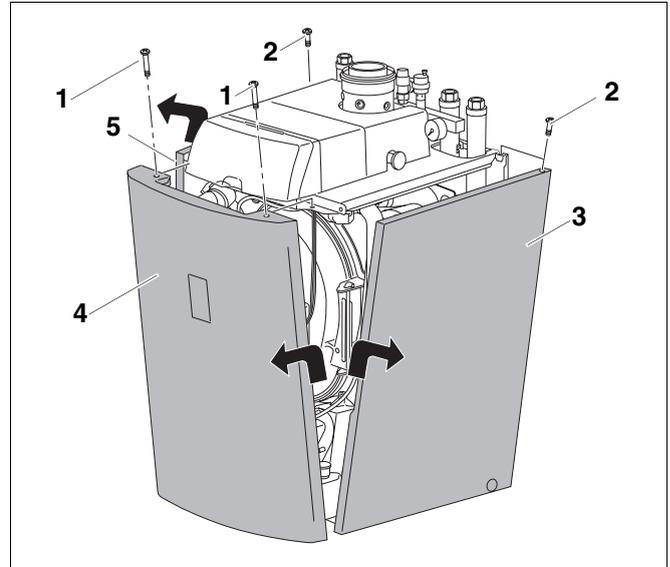

Bild 8 Vorder- und Seitenwände demontieren
- Zwei Schrauben (Bild 8, **Pos. 1**) an der Vorderwand (Bild 8, **Pos. 4**) abschrauben.
- Vorderwand (Bild 8, **Pos. 4**) abnehmen.
- An rechter (Bild 8, **Pos. 3**) und linker Seitenwand (Bild 8, **Pos. 5**) je eine Schraube (Bild 8, **Pos. 2**) abschrauben.